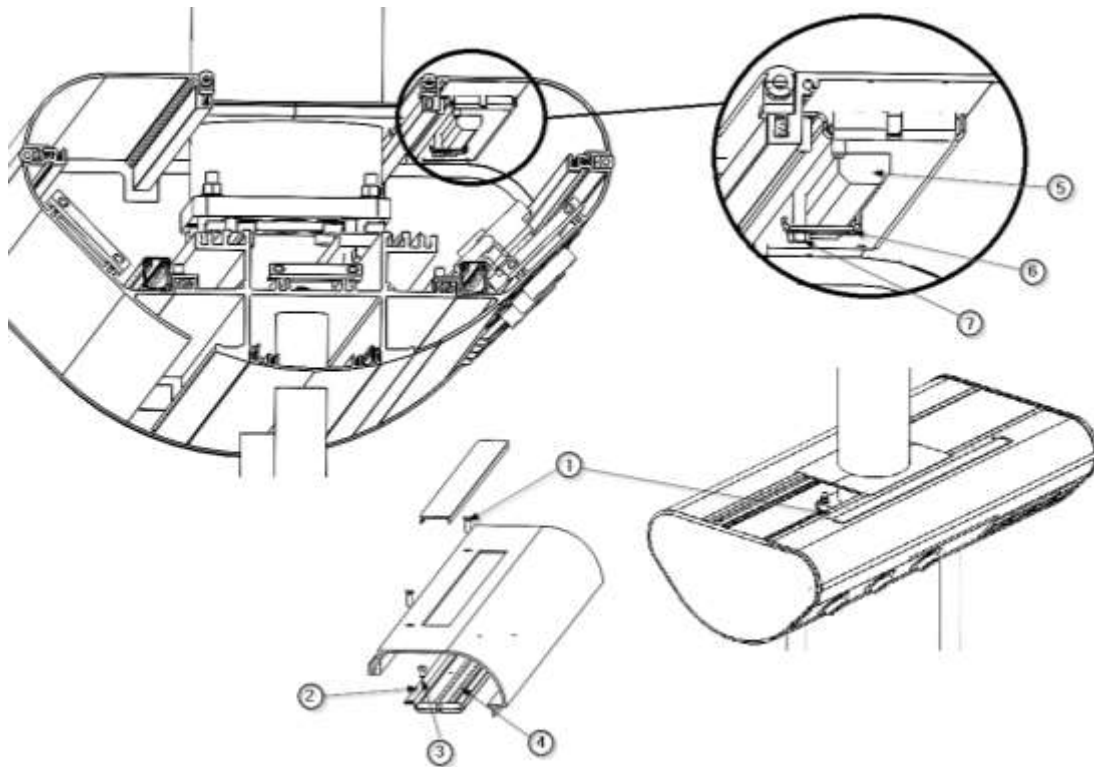

Fig.6 Vervanging van leds en controllers in asymmetrisch indirect licht
- Koppel de voeding van de controller ② los van de stekkerdoos.
- Draai de 2 zeskantbouten M4 x 8 ① DIN 7500 los om de verlichtingsmodule vrij te maken. De LED-strip ⑤ en de snelkoppeling zijn nu zichtbaar. Zie afbeelding 6.